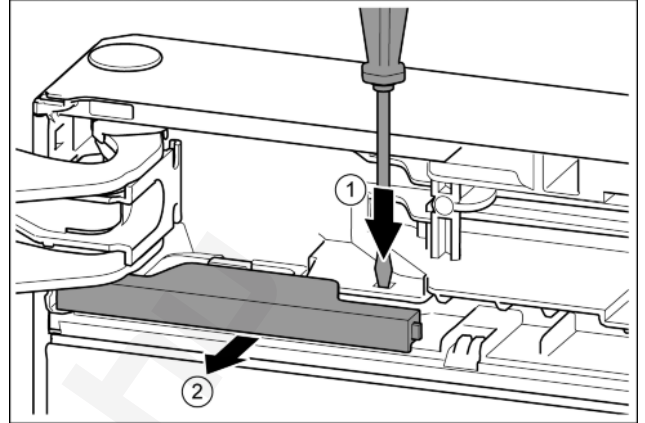

Fig. 8
► Nyomja a fedőlemezt csavarhúzóval. Fig. 8 (1)
► Húzza ki a fedelet a reteszelésből. Fig. 8 (2)